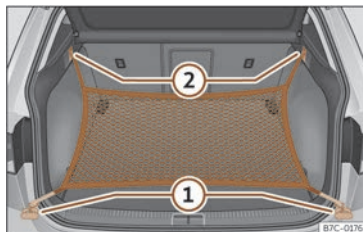

Fig. 166 No maleteiro: argolas ① e ganchos ② para enganchar a bolsa de rede.
- Fixe os ganchos curtos da rede nas argolas de amarre >>> **fig. 166** (1) >>> ⚠. A cremalleira da bolsa ten que quedar cara arriba.
- Fixe as cintas nos ganchos para colgar bolsas (2).